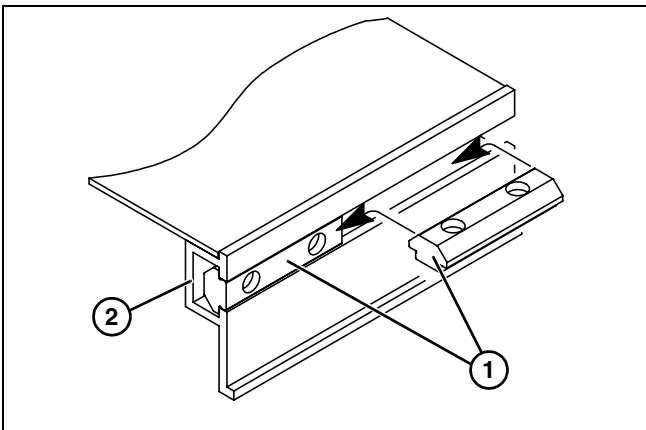

Figure 18
1. Insérez chaque barre en T (Figure 18, item 1) dans la fente en T du cadre du convoyeur (Figure 18, item 2) en la roulant en position comme indiqué.